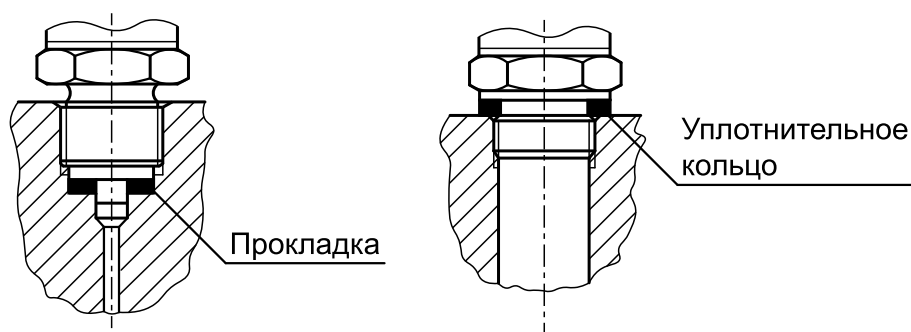

Рисунок 6.1 – Варианты уплотнения
1. Уплотнить пространство между штуцером и гнездом с помощью прокладки или уплотнительного кольца из комплекта поставки (см. рисунок 6.1).